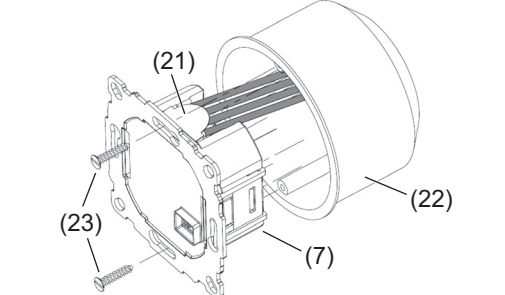

Рис. 5. Монтаж
- Выровняйте вставку (7) в розетке устройства (22).
- Зафиксируйте вставку с помощью крепежных винтов (23). Установите вставку таким образом, чтобы пластиковый язычок (21) изолировал крепежный винт (рис. 5).